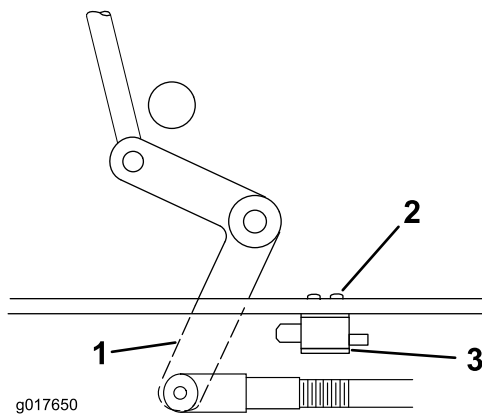

Figure 50
4. Au besoin, réglez le contacteur de sécurité des lames en desserrant les boulons de fixation du support du contacteur (Figure 50).
5. Déplacez le support de fixation jusqu'à ce que le levier coudé enfonce le plongeur de 6 mm (1/4 po); voir (Figure 50).